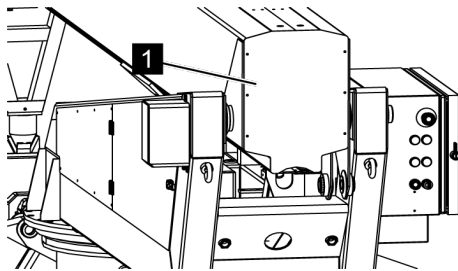

Fig. 145: Trappe d'entretien
2. ➤ Dévisser la trappe d'entretien (Voir la Fig. 145/1).
4. ➤ Après le nettoyage, revisser la trappe d'entretien (Voir la Fig. 145/1).